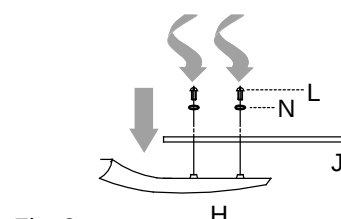

Fig. 2
2. Coloque el brazo para la paleta (H) debajo de la paleta (J). Asegure el brazo para la paleta (H) a la paleta (J) con tornillos para la paleta (L) y arandelas para la paleta (N). No apriete los tornillos para la paleta (L) hasta que se haya introducido cada tornillo para la paleta (L). Luego apriete cada tornillo para la paleta (L) empezando con el de en medio. [Fig. 2] Repita esto con las demás paletas (J).